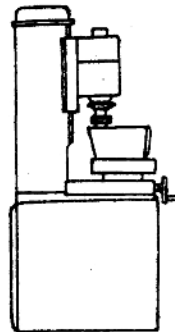

图1-4 立柱式结构
4. 立柱式 如图1-4所示的结构，它的主轴安装在主轴导轨上，根据实际加工需